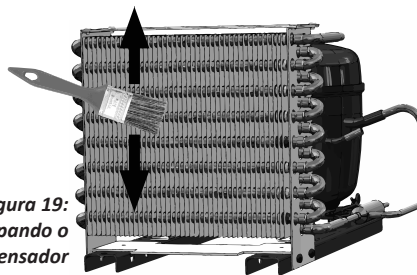

Figura 19: Limpando o condensador
3. Faça a limpeza do condensador (figura 19). Lembre-se de tomar cuidado, pois as aletas podem cortar;